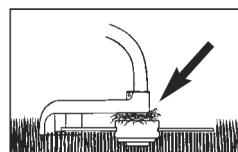

Fig. 5B
**ACHTUNG:** Entfernen Sie regelmässig alle Rasen- und Unkrautreste um ein Überhitzen des Schaftröhrs zu vermeiden. Rasen-/ Gras-/ Unkrautreste verfangen sich unterhalb des Schutzschilds (Fig. 5B), dies verhindert eine ausreichende Kühlung des Schaftröhrs. Entfernen Sie die Reste vorsichtig, nehmen Sie die Fadenspule dafür ab.